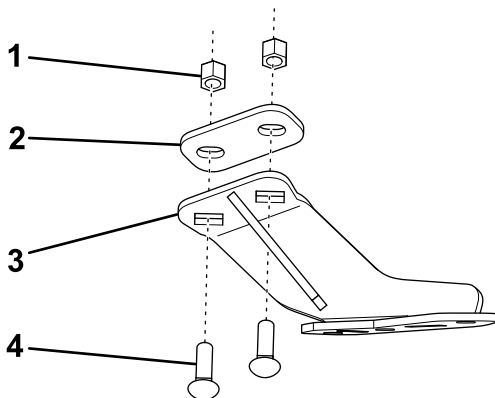

Bild 2
9. Befestigen Sie die linke Stützplatte und das Distanzstück mit zwei Schlossschrauben (3/8") und Sicherungsmuttern am Fahrzeugrahmen (Bild 2).